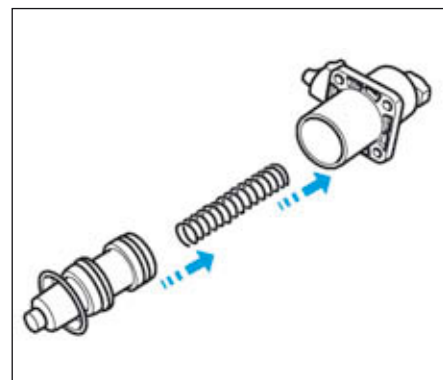

FIG.12
- Positionner le ressort dans la gorge du cylindre puis le piston sur le ressort (Fig.12).